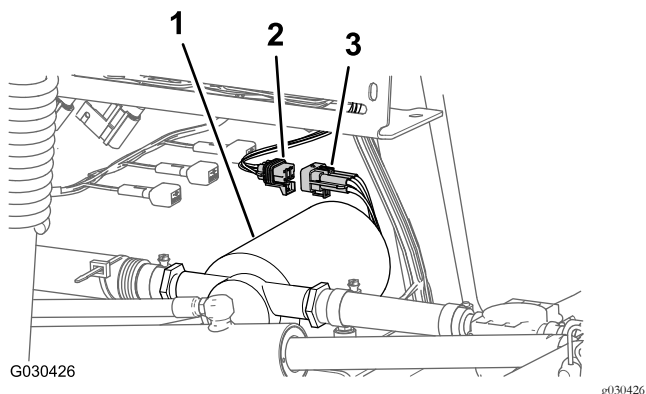

Figura 8
- Desligue o conector de seis pinos da cablagem da bomba de lavagem do conector de seis tomadas da cablagem traseira (Figura 8).